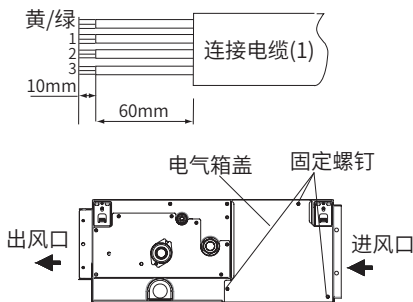

图23-1
- (1) 取下如图23-1电气盖固定螺钉，取下电气箱盖。
- (2) 穿过电气箱上的接线孔，连接接收器连接线到电气箱内的印刷电路板上。
- (3) 连接室内、分歧箱连接线到电气箱的端子上。
- (4) 用连接线压板固定连接电缆。